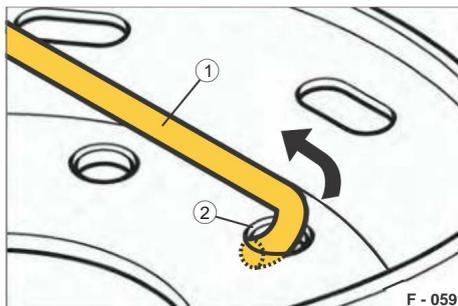

Fig. 81 Rimuovere le vite del gancio
- ÿ Tirare verso l'alto le viti a gancio (Fig. 81/1) attraverso i fori dei bulloni (Fig. 81/2) della ruota di scorta.
- ÿ Inserire la vite del gancio (Fig. 81/1) attraverso il foro del bullone (Fig. 81/2) della ruota di scorta.